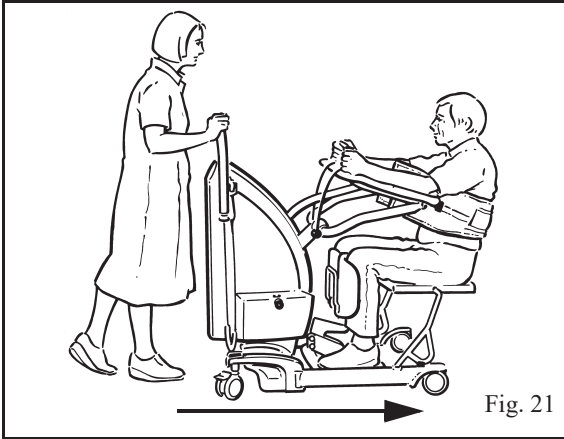

Fig. 21
Si fuera necesario, inserte el bastidor desmontable en los agujeros receptores de las patas del chasis, y luego baje el paciente a una posición de asiento cómoda para realizar sus necesidades en el WC o un transporte más largo (véase la fig. 21).
**Nota:** Todo el transporte deberá ser realizado con las patas del chasis replegadas, para facilitar el paso a través de puertas, etc. Desplácese siempre en la dirección mostrada en la fig. 21.